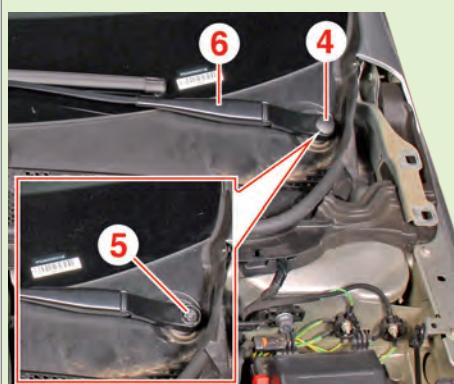

Fig.3
- De chaque côté, déposer (Fig.3) :
- le capuchon (4),
- l'écrou (5) à l'aide de la clé [2],
- le bras d'essuie-glace (6).